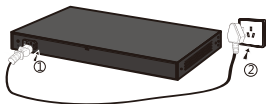

图1.2.2电源连接示意图
- 2.内置式的无需电源适配器，直接接入AC100~240V, 50~60Hz市电即可；如图 1.2.2 所示。